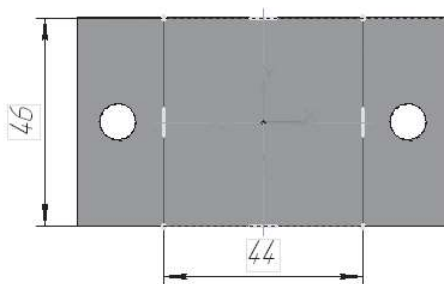

Рис. 12.14
-  – прямоугольник по центру и вершине. Укажите начало координат, на **Панели свойств** выберите команду с осями и постройте прямоугольник высотой **46 мм** и шириной **44 мм** (рис. 12.14).